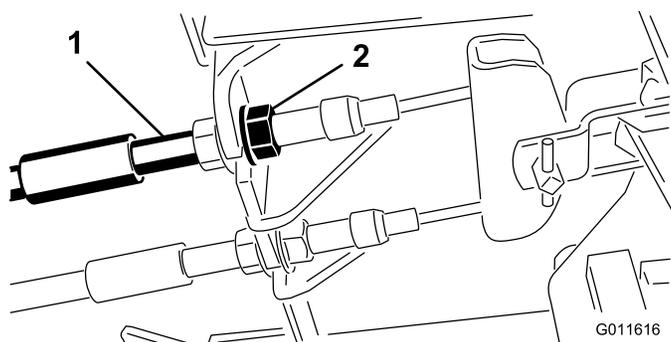

Figura 36
1. Para reduzir a folga dos pedais dos travões, aperte os travões desapertando a porca dianteira que se encontra na extremidade roscada do cabo dos travões (Figura 36).